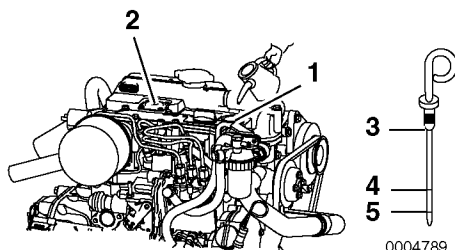

Figure 6
2. Verwijder de peilstok(Figure 6, (3)) en veeg af met een schone doek.
4. Verwijder de peilstok. Het oliepeil moet tussen de bovenste (Figure 6, (4)) en onderste (Figure 6, (5)) lijnen op de peilstok komen.
1. Verwijder de gele olie dop van de vulopening (Figure 6, (1)) op de tuimelaar deksel (Figure 6, (1)) en vul met motorolie.
2. Vul met motorolie tot de bovengrens (Figure 6, (4)) op de peilstok (Figure 6, (3)).